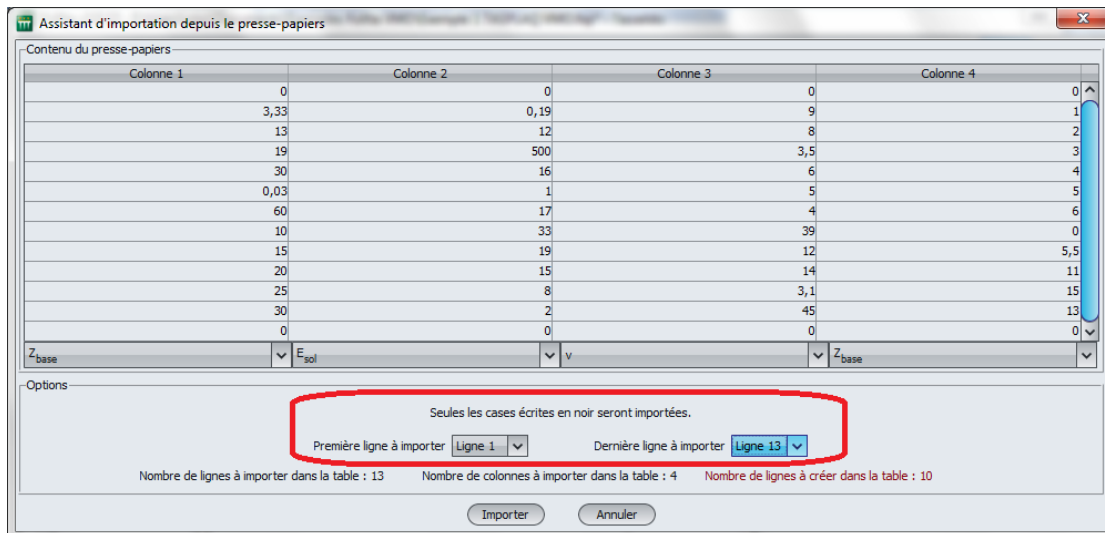

Figure C.35 : Assistant d'importation depuis le presse-papiers
4. Indiquer la première et la dernière ligne à importer via les listes déroulantes de l'écran de l'assistant : Foxta affiche en noir les valeurs issues du presse-papiers qui seront effectivement importées (cf Figure C.35) ;